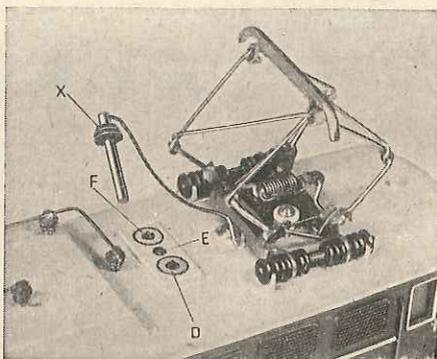

Abb. 3
Dieses Modell kann durch einfaches Umstecken des auf dem Dach befindlichen Hauptschalters (X) siehe Abb. 3 und sinngemäßes Auswechseln der Schleifer **mit** und **ohne** Oberleitung auf 2- bzw. 3-Schienengleis gefahren werden.